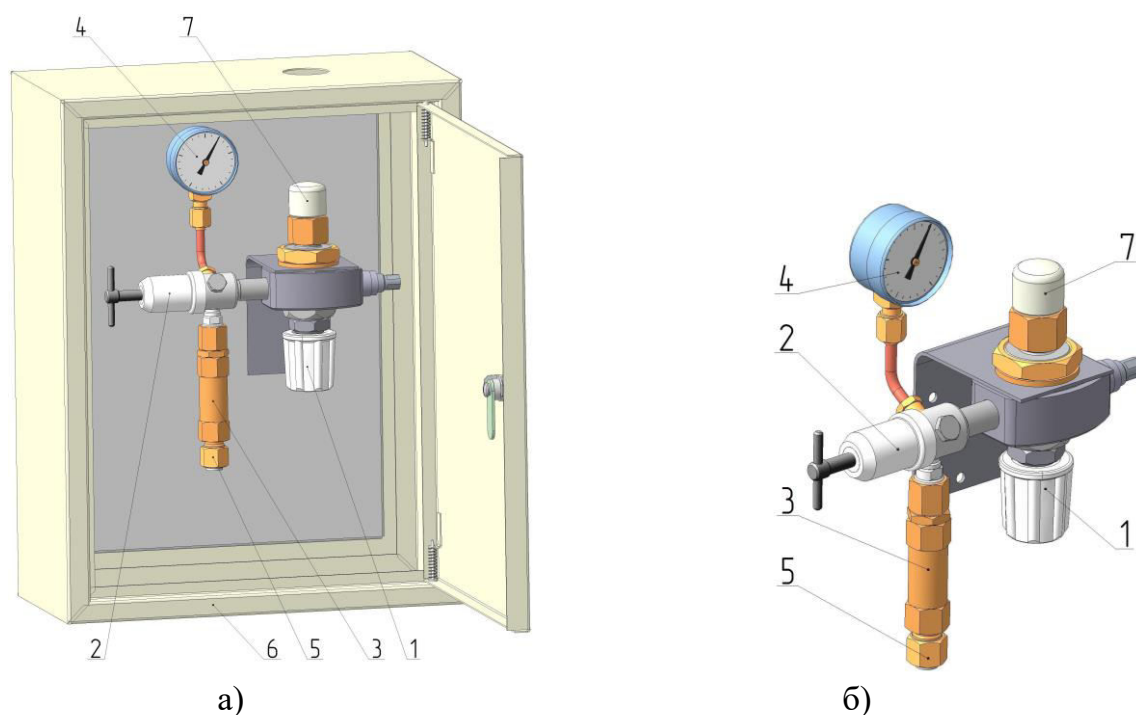

Рис.1 Пост газоразборный: а - ПГА-5-з; б - ПГА-5
4.1 Внешний вид постов показан на рис. 1